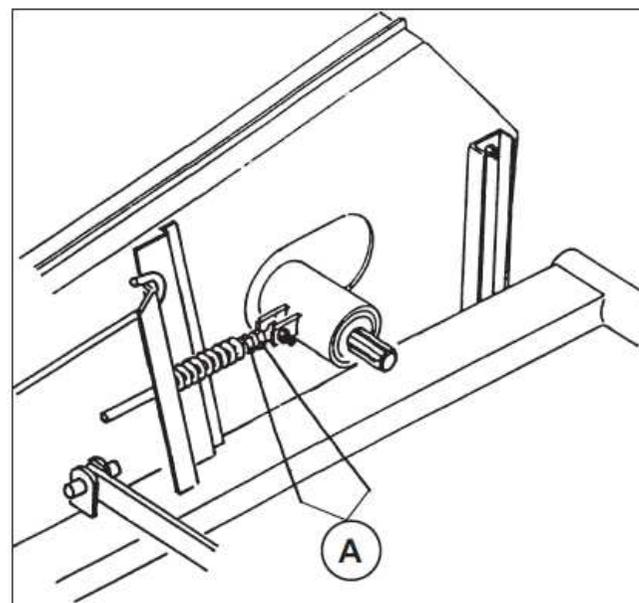
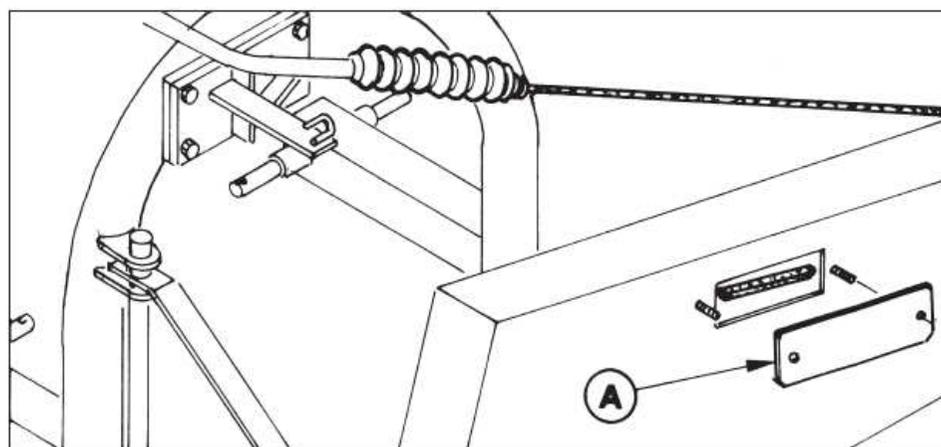

FIG. 5.2
FIG. 5.3
Controllare periodicamente la tensione delle cinghie tramite la finestrella (A) (Fig. 5.3) riportata nel carter di protezione. Se necessario agire sul dado e controdado (A) (Fig. 5.2).
Check periodically belt tension. Unscrew small window opening on protection guard ("A" Fig. 5.3). If necessary tighten belt using nut and conternut "A" (Figure 5.2).
Controlar periódicamente la tensión de las correas a través de la ventanilla (A) (Fig. 5.3) del cárter de protección. En caso necesario, regular la tuerca y la contratuercas (A) (Fig. 5.2).
Contrôler périodiquement la tension des courroies à travers le hublot (A) (Fig. 5.3) qui se trouve sur le carter de protection. Si nécessaire, agir sur l'écrou et le contre-écrou (A) (Fig. 5.2).